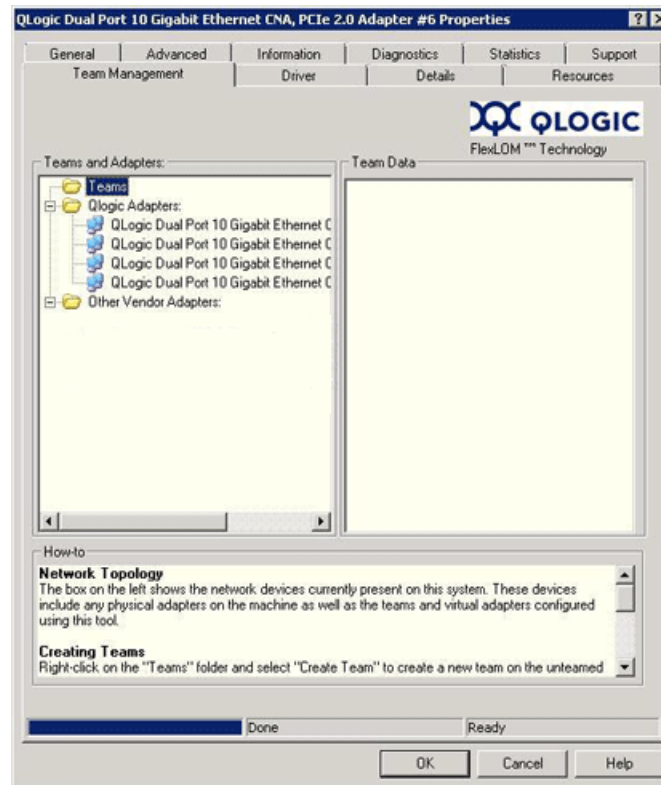

Abbildung 3-1. Eigenschaftenseite zur Team-Verwaltung
3. Klicken Sie auf die Registerkarte **Team-Verwaltung**, um diese Seite zu aktivieren (siehe Abbildung 3-1), und führen Sie Teaming-bezogene Verwaltungsaufgaben durch.